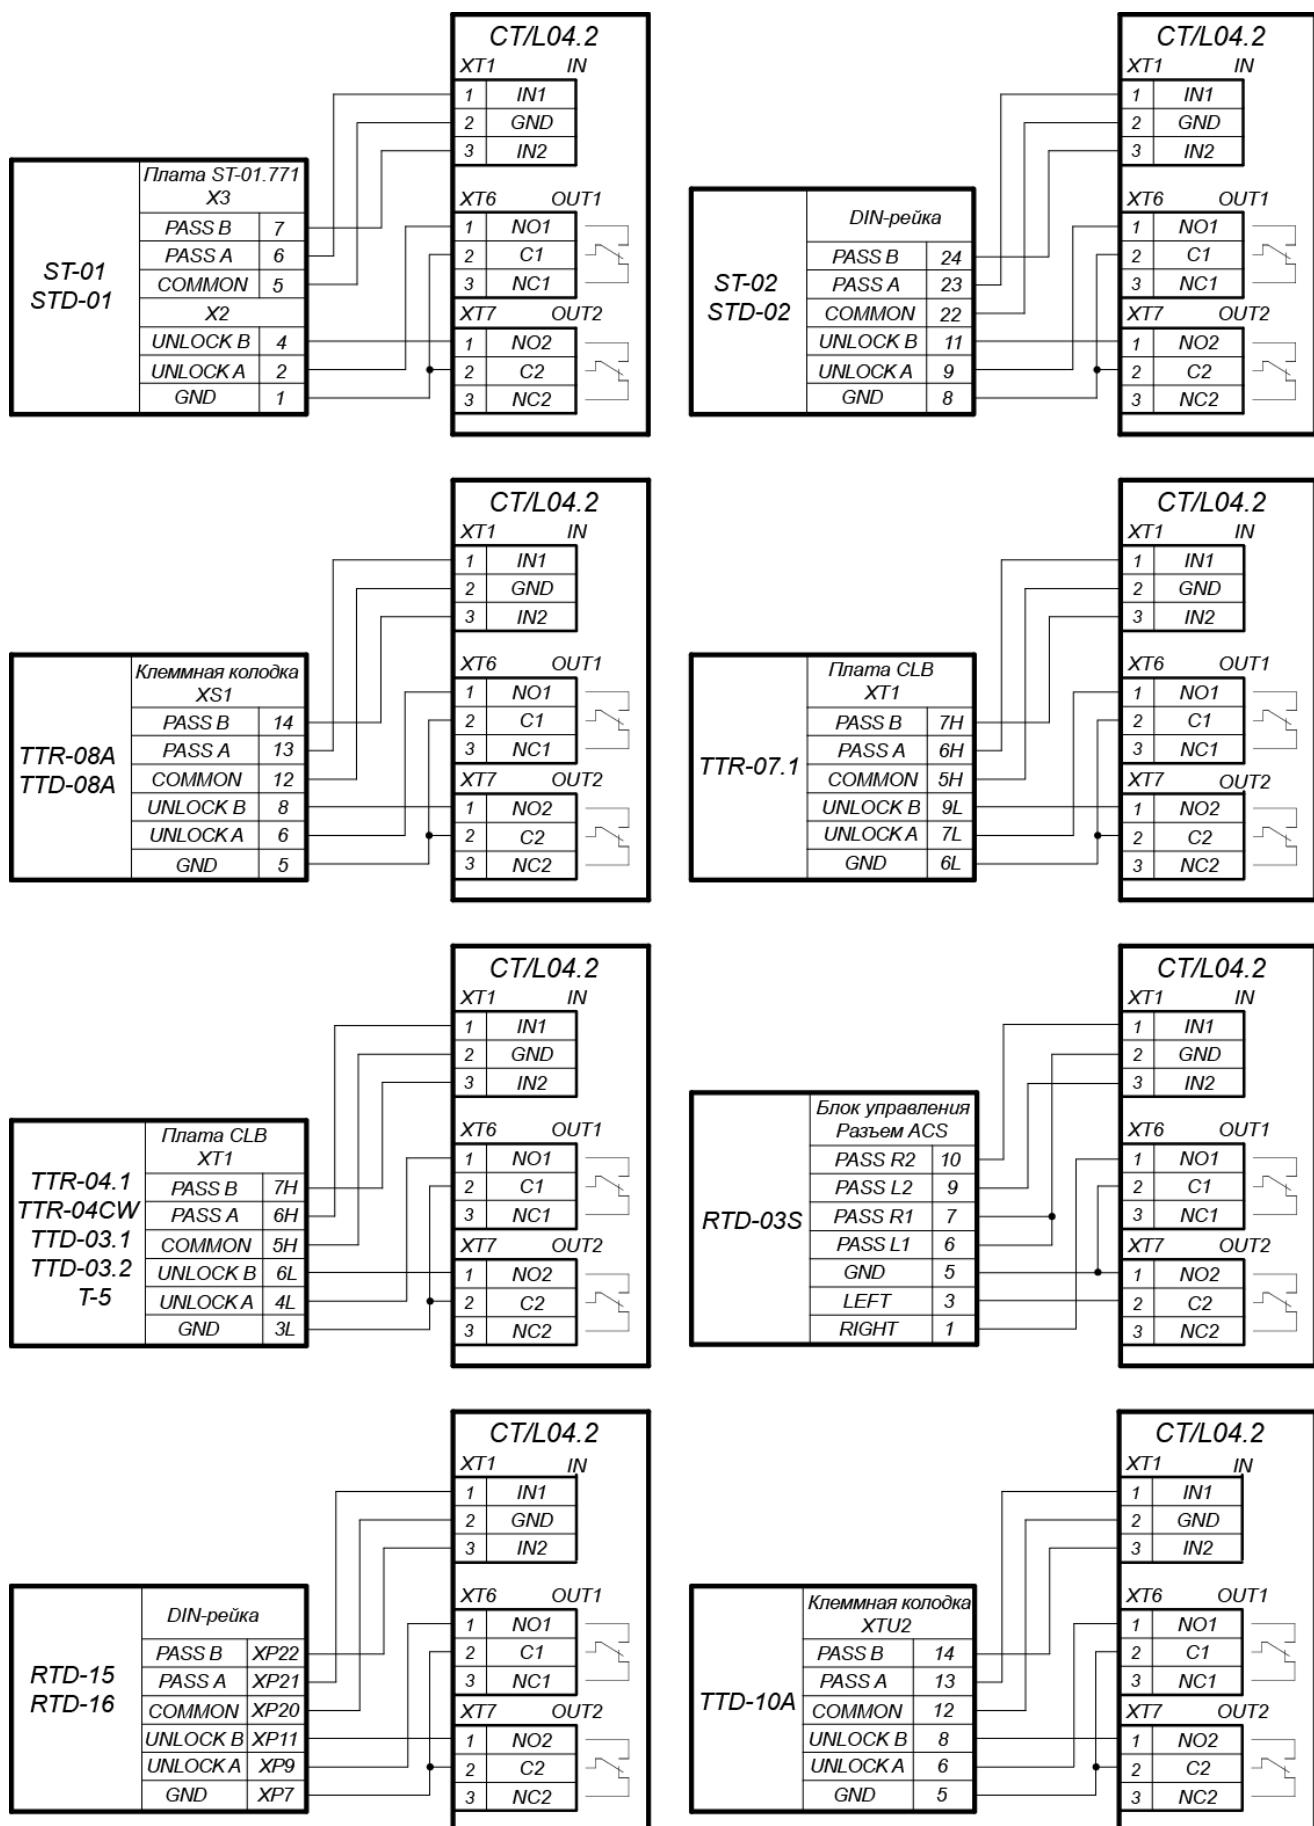

Рисунок 6. Схемы подключений турникетов
- Турникет (блок управления) подключается к клеммным колодкам **XT1**, **XT6**, **XT7** нижней платы контроллера в соответствии со схемой для данного типа турникета (см. рис. 6).